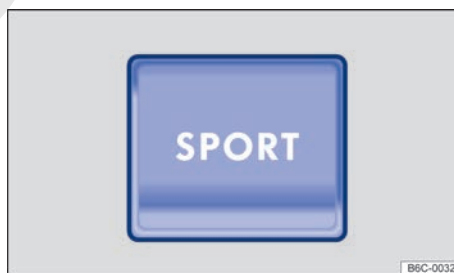

Fig. 150 En la parte superior de la consola central: tecla para ajustar el perfil de conducción.
- Para ajustar el perfil de conducción **SPORT**, pulse la tecla **SPORT** → fig. 150 hasta que se encienda.